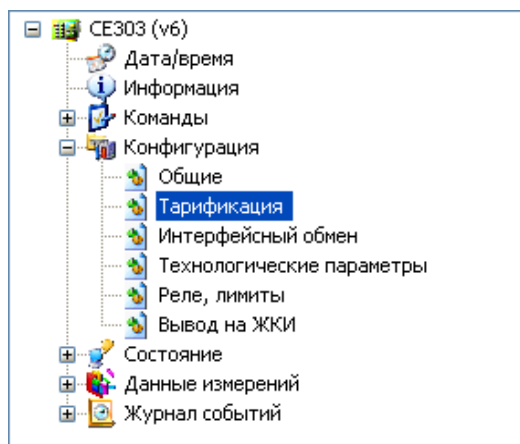

Рисунок 5.10 Проводник разделов с выбранным пунктом «Конфигурация» > «Тарификация»
5.5.3.5 Для настройки тарифных расписаний перейдите в раздел «Конфигурация» > «Тарификация» (рисунок 5.10).